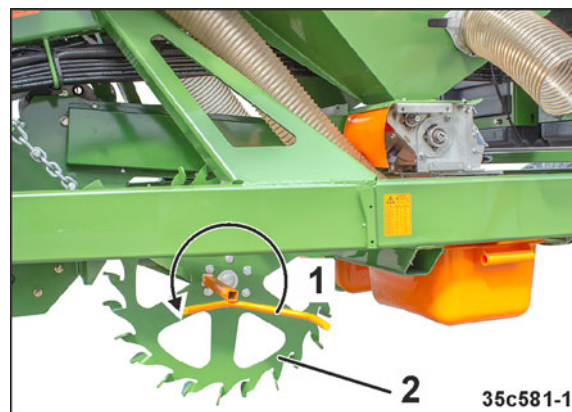

Fig. 267
- 4.1 Tourner la roue d'entraînement (Fig. 267/2) vers la gauche à l'aide de la manivelle (Fig. 267/1).